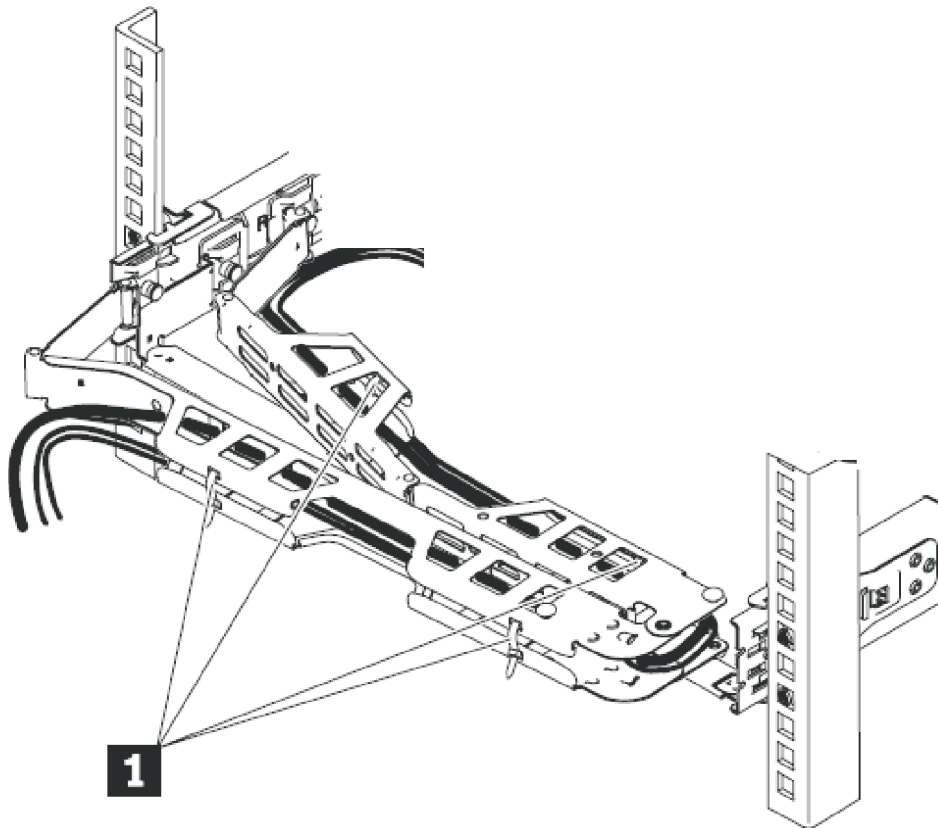

Figura 29. Conectando e roteando os cabos
- a. Roteie os cabos de dados e os cabos de energia no suporte para organização de cabos, conforme mostrado por **1** na Figura 29 na página 35.